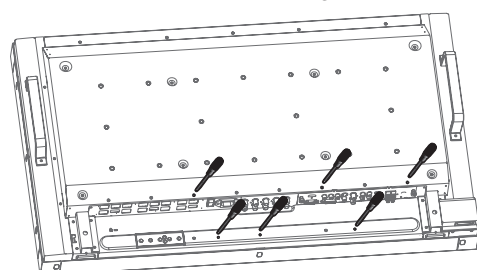

Figura 4
- Retire los 6 tornillos (figura 4).